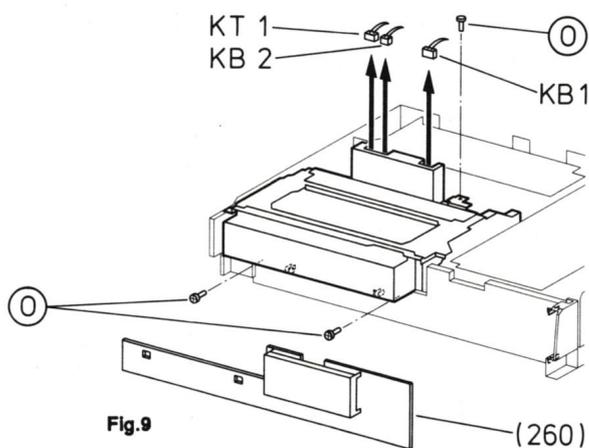

Fig.9
Démontage: Retirer les vis (O) (fig.9) et débrancher si nécessaire, les connecteurs vers la partie électronique (§3).